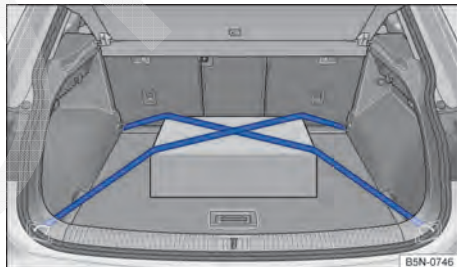

Fig. 219 No compartimento de bagagem: proteger corretamente o volume de bagagem.
- Adaptar o assoalho variável do compartimento de bagagem à altura da carga. Observar que o canto superior da carga esteja mais alto que os olhais de amarração → Fig. 219 → ⚠. Se for o caso, colocar ou remover o assoalho do compartimento de bagagem.